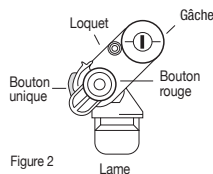

Figure 2
2. Remove the keeper from the latch with a flat screwdriver. Assemble the attachment to the welding helmet. (Figure 2/3)
2. Retirer la gâche du loquet au moyen d'un tournevis plat. Assembler la fixation au casque de soudeur, comme à la (Figure 2/3).